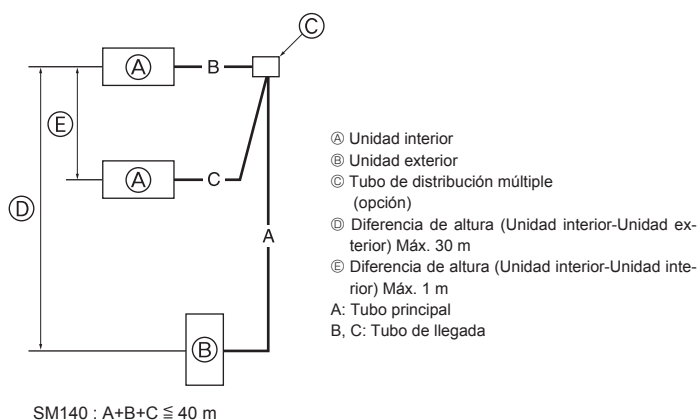

Fig. 4-8
4.8. Para una combinación doble (Fig. 4-8)